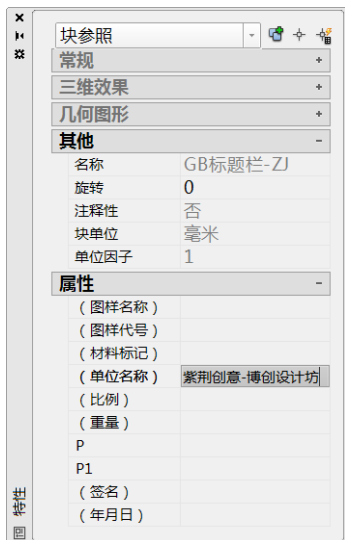

图 9-34 使用“特性”选项板编辑块属性值
- 方法二：打开“特性”选项板并选择块，接着在“属性”区域编辑相关属性值，如图 9-34 所示。